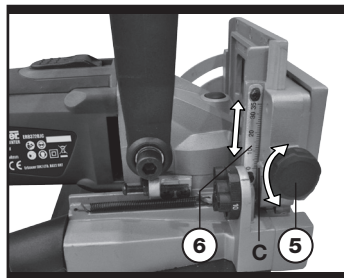

Fig. 2
2. SETTING THE ADJUSTABLE HEIGHT STOP (See Fig.2)